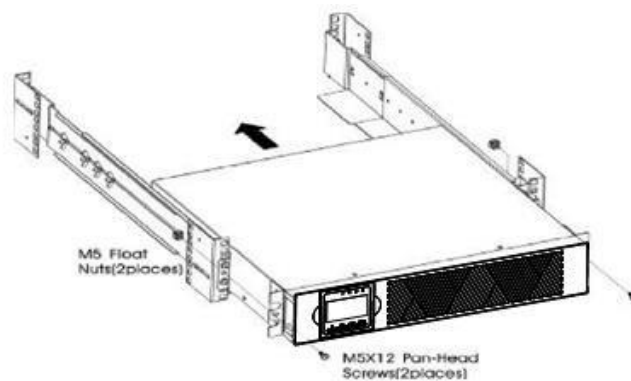

Abbildung 4: Befestigen der Vorderseite des Gehäuses
- l) Befestigen Sie die Vorderseite der USV mit je einer M5×12-Linsenkopfschraube und einer M5-Käfigmutter auf jeder Seite am Rack (siehe Abbildung 4). Bringen Sie die untere Schraube auf jeder Seite durch das untere Loch der Montagehalterung und das untere Loch der Schiene an.